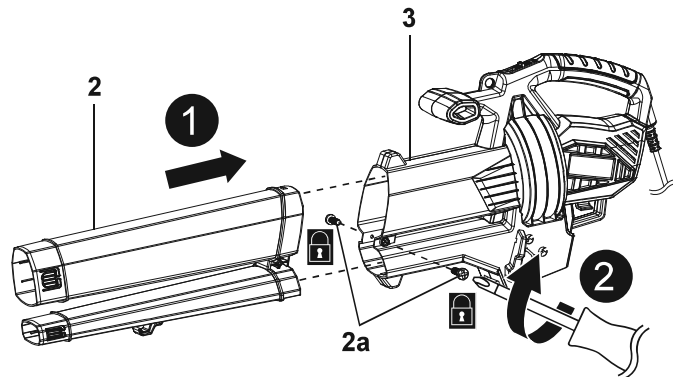

Fig. 1
1. Coloque los tubos superiores del soplador/aspirador (2) en la unidad principal (3) e insértelos hasta el final. Sujételos y asegure la conexión con los dos tornillos (2a) con un destornillador SL adecuado (no suministrado) (Fig. 1, pasos 1, 2).